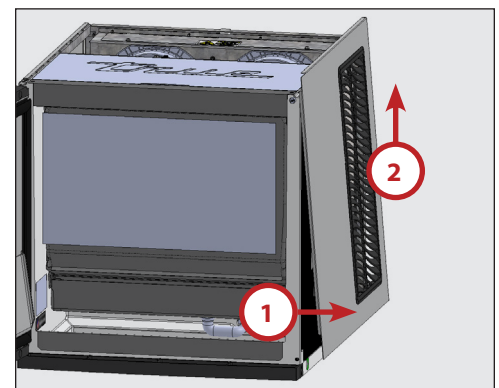

Рис. 6. Снять панель с крепежных фиксаторов, а затем поднять её.
4. Снять боковую панель с нижних креплений. Затем поднять боковую панель. См. рис. 6.